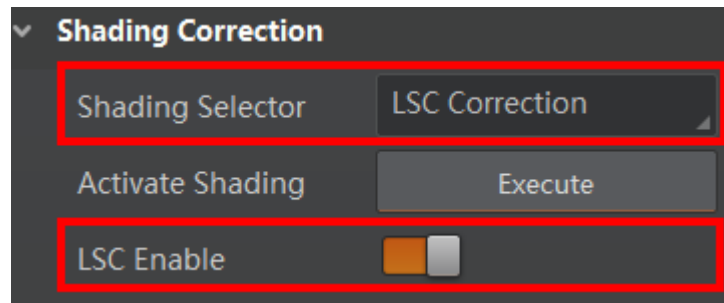

图7-45 LSC 矫正
3. 启用 *LSC Enable* 参数，使能矫正功能，如图 7-45 所示。